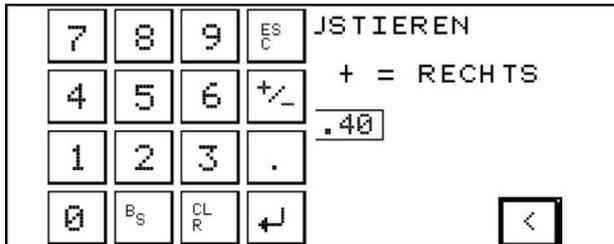

Bild 13
5. Drücken Sie nun auf den eingestellten Wert in der Mitte des Monitors, um ihn über das erscheinende Zahlenfeld zu verändern. Der Tisch (Kabelführung) lässt sich in einem Bereich von ± 5 mm verschieben. Eine Erhöhung des Minus-Bereichs bewirkt eine Verschiebung des Tisches nach links, eine Erhöhung des Plus-Bereichs nach rechts (siehe Bild 13).